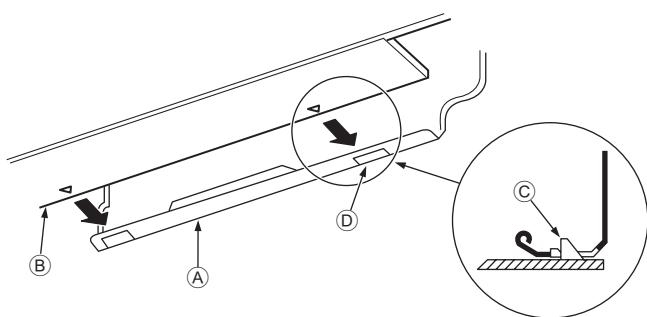

Fig. 3-10
3. Hängen Sie den oberen Teil der Innenanlage an die Montageplatte ①, während Sie die Kältemittelleitung und das Abflussrohr in die Wandöffnung (Tüle) einführen.
5. Befestigen Sie die Innenanlage, indem Sie sie gegen die Montageplatte ① drücken. (Fig. 3-10)
- * Vergewissern Sie sich, dass die Knöpfe unten an der Innenanlage sicher in die Montageplatte ① eingehängt sind.
- ④ Montageplatte ①
⑤ Innenanlage
⑥ Haken
⑦ Rechteckige Öffnung